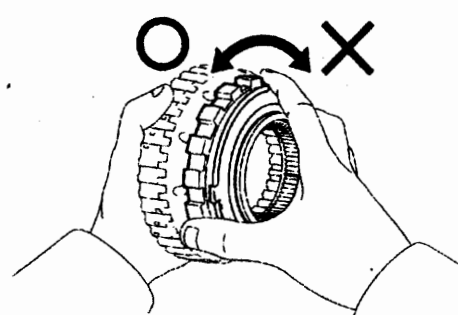

图 12-1-34
(41) 检查单向离合器总成。如图 12-1-34 所示, 将单向离合器总成装到单向离合器内圈上, 固定住单向离合器内圈, 转动单向离合器总成。单向离合器总成应逆时针转动自如, 顺时针不能转动。从单向离合器内圈上拆下单向离合器总成。